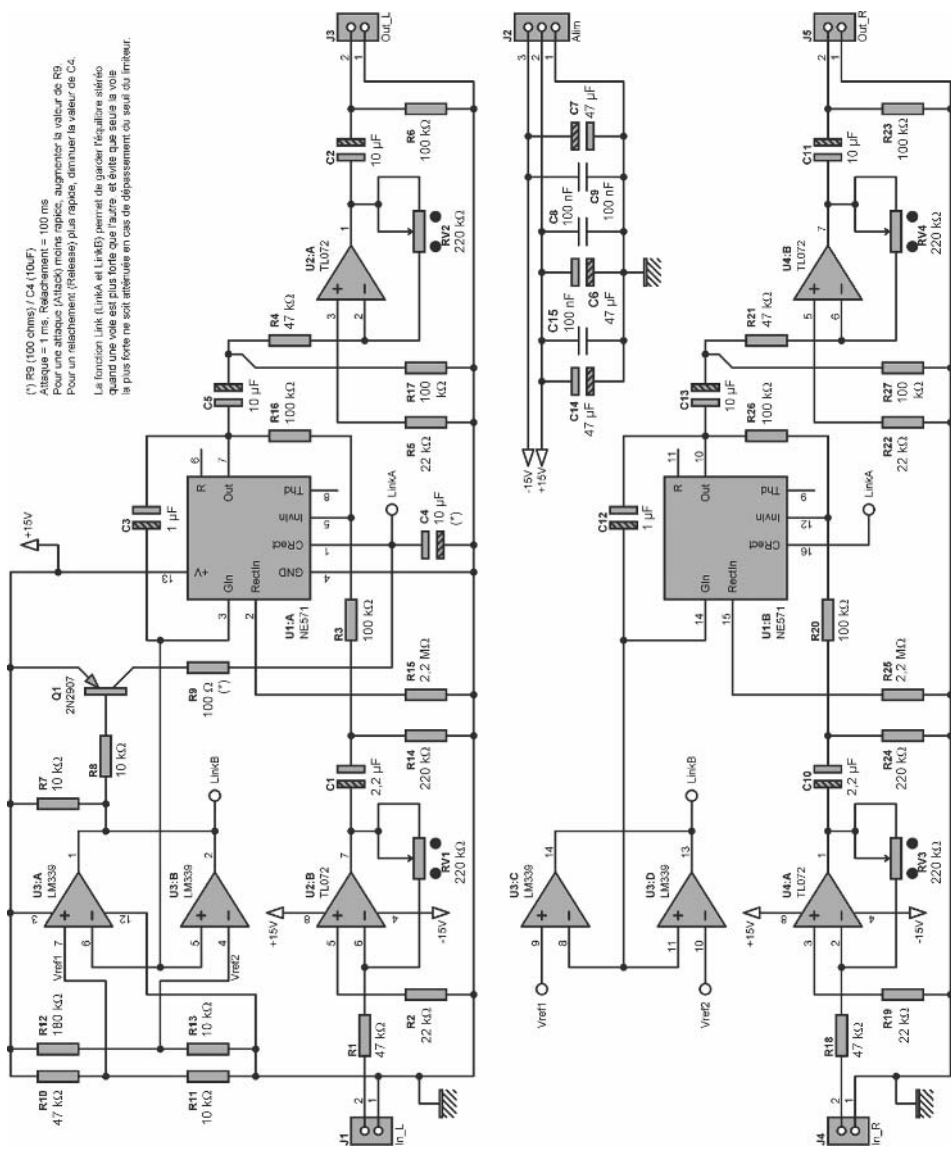

Figure 2.5
**Tentatoo** – Et si vous regardiez une petite minute le schéma en **figure 2.5**.